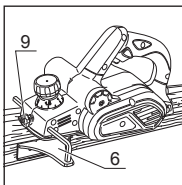

Рис. 11
6.6. Установка параллельного направляющего упора (рис. 11)